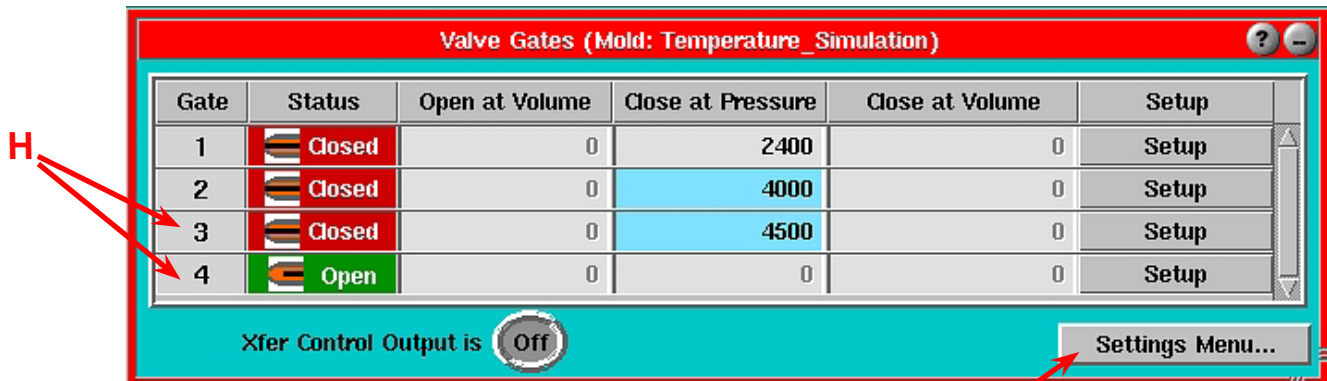

Figure 7 : outil d'obturbateurs de seuils
Q. Fermeture sur Pression mise en service : vérifiez la « Pression à » la zone pour causer la fermeture de l'obturbateur de seuil lorsque le capteur de pression à la droite atteint le niveau défini. Si elle est mise en service, la valeur peut être réglée à partir de l'écran de contrôle d'obturbateur de seuil principal (Figure 7).